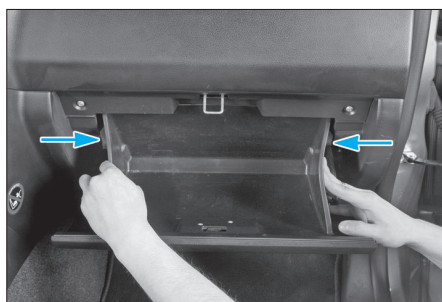

FIG. 25
- Tirer la boîte à gants vers soi (Fig.25).